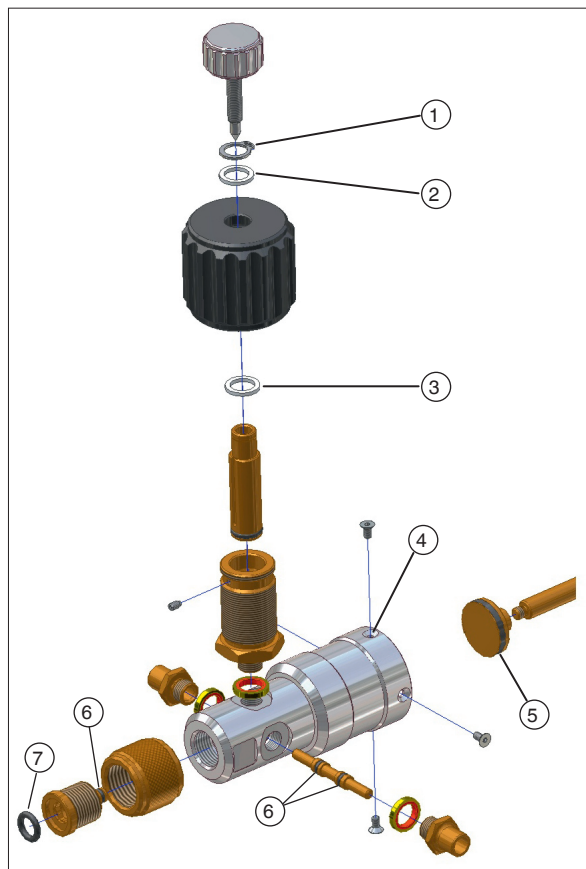

Fig. 1 - Montaż pierścieni, tarcz uszczelniających i o-ringów
- ▶ Zwrócić uwagę na prawidłową kolejność komponentów, patrz Fig. 1 „Montaż pierścieni, tarcz uszczelniających i o-ringów”!